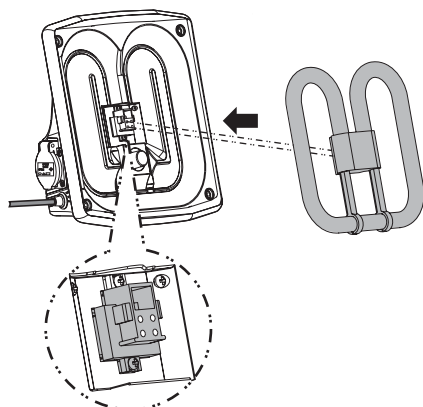

Figura 16
5.1.4 Installate ora la nuova lampadina. Assicuratevi che si tratti di una lampadina 38 W (55 W) e posizionatela nel portalampada (figura 16).